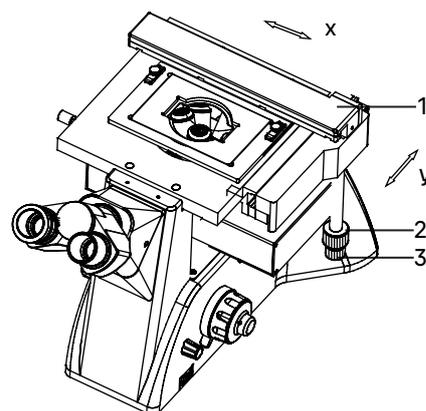

Рис. 14. Перемещение объекта
Микроскоп оборудован устройством 1 продольного (Y) и поперечного (X) перемещения объекта исследования. Перемещение осуществляется с помощью коаксиальных ручек продольного перемещения 2 и поперечного перемещения 3, как показано на рис. 14.